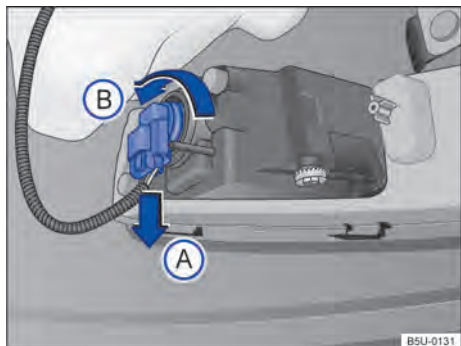

Fig. 182 Atrás do para-choque dianteiro: acesso à lâmpada incandescente do farol de neblina.
- 2 Desencaixar o conector de alimentação da lâmpada → Fig. 182 no sentido da seta A, pressionar, ao mesmo tempo, a trava de fixação do conector.
- 3 Girar o soquete da lâmpada → Fig. 182, no sentido anti-horário da seta B, e desencaixá-lo do alojamento.